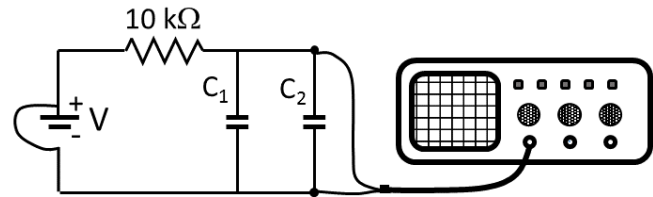

Figura 7: Circuito de descarga de los condensadores.
- g) Cambie la conexión del borne (-) de la fuente y conéctela en el punto del (+) del mismo banano, como muestra la figura 7, y observe y registre la curva de descarga de los condensadores.